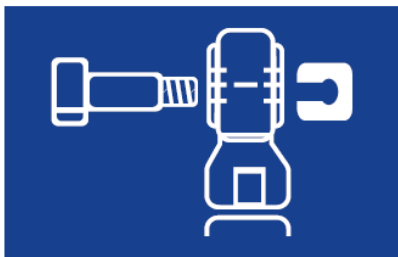

Fig. 4
1. Entfernen Sie die Befestigungsschraube, indem Sie sie herausdrehen (Fig. 4).